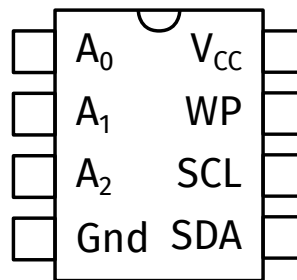

Abbildung 11: EEPROM-Gehäuse mit serielltem Anschluss
In der Abbildung 11 sind die Signale für einen seriellen EEPROM dargestellt. Für den Zugriff auf den Speicher benutzt man die Leitungen **Serial Clock (SCL)** und **Serial Data (SDA)**. 8 identische Komponenten können an denselben seriellen Bus angeschlossen werden, wenn die 3 Stifte (Pin) A2 .. A0 für sie verschiedene Adressen spezifizieren können. Das Kontrollsignal **Write Protect (WP)** verhindert das Schreiben in der Schaltung.